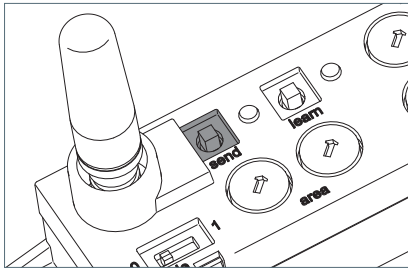

Fig. 27: Taste „send“
- ▶ Drücken Sie die Taste „send“ und halten Sie die Taste mindestens fünf Sekunden gedrückt, siehe Fig. 27.